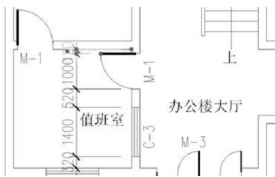
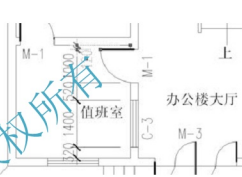

图 3.53 在无命令的状态下选中 120 尺寸线
图 3.54 调整文字“120”的位置
(1) 关闭【正交】功能,在无命令的状态下选中 120 尺寸线,如图 3.53 所示,将出现 5 个蓝色夹点。其中有 1 个夹点位于文字“120”上,该夹点是控制文字“120”位置的夹点。
(2) 单击文字“120”上的夹点,该夹点由蓝色(冷夹点)变成红色(热夹点),这时文字“120”附到了光标上。
(3) 在拉伸,指定拉伸点或 [基点(B)/复制(C)/放弃(U)/退出(X)]:提示下,移动光标,将文字“120”放到如图 3.54 所示的位置。